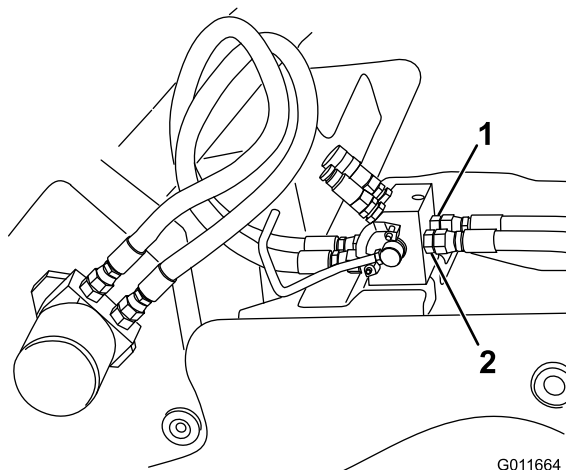

Figura 16
3. Collegate l'estremità dritta del flessibile alla porta T (porta di destra) sul lato posteriore del collettore idraulico (Figura 16).
6. Collegate l'estremità dritta del flessibile alla porta P (porta di sinistra) sul lato posteriore del collettore idraulico (Figura 16).
8. Piegate i flessibili verso l'alto e poi verso il basso, formando un anello, in modo da avvicinarne le estremità libere alle porte del motore idraulico della catenaria (Figura 16).